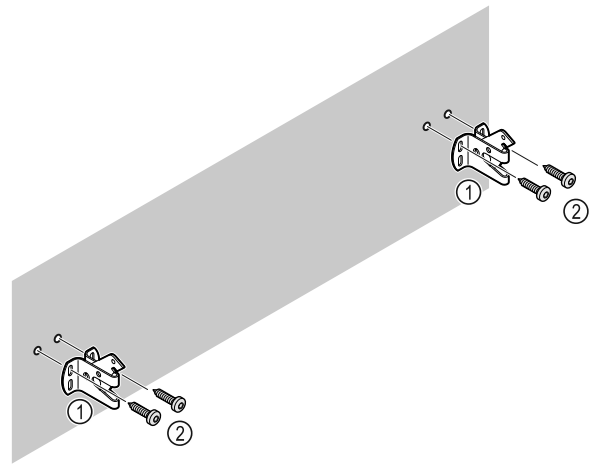

Fig. 10
Je nach Beschaffenheit der Wand (Holz, Beton) geeignetes Befestigungsmaterial (z. B. Dübel) und ausreichend Befestigungspunkte verwenden Fig. 10 (2).
- ▶ Sicherungshaken befestigen. Fig. 10 (1)